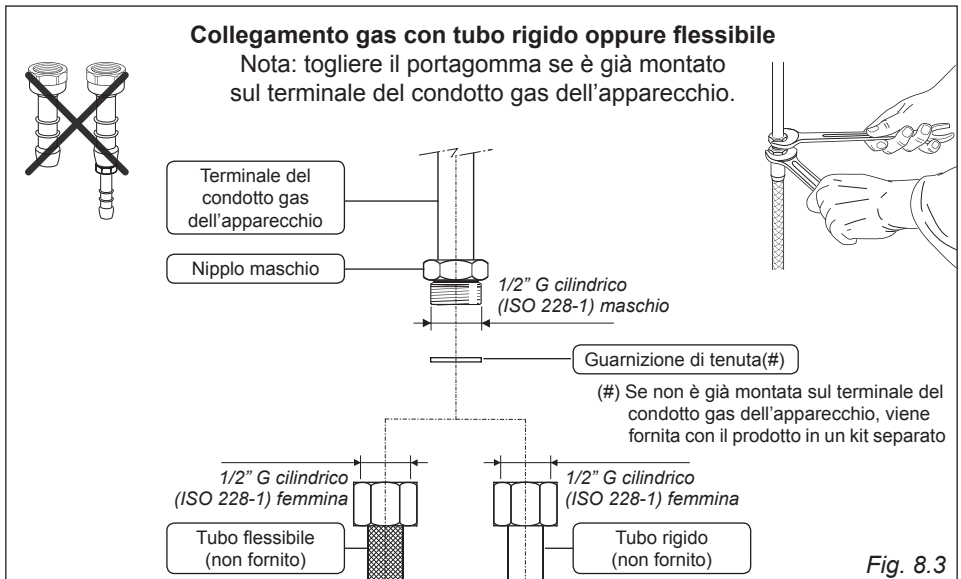

Fig. 8.3
Il gruppo di raccordo (fig. 8.3) si compone di:
- utilizzare due chiavi per il fissaggio delle parti (fig. 8.3).
- utilizzare due chiavi per il fissaggio del tubo rigido oppure flessibile (fig. 8.3)